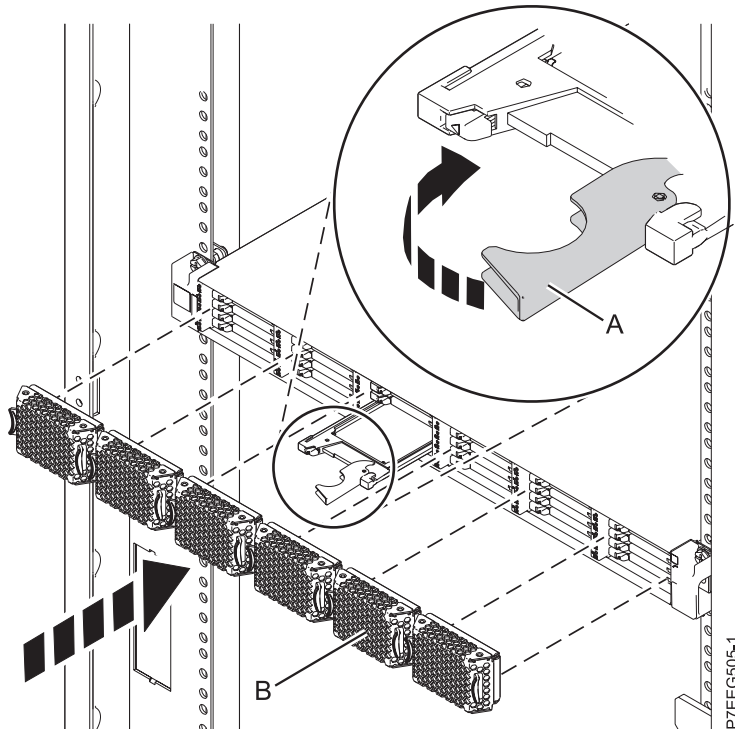

Figure 20. Remplacement d'une unité SSD dans le boîtier de stockage PCIe 58/88.
4. Lorsque le voyant d'identification de l'unité SSD reste fixe, faites glisser complètement l'unité SSD dans le boîtier de stockage PCIe 58/88 jusqu'à ce qu'il soit complètement encastré. Puis tournez la poignée (A) pour la mettre en position verrouillée. Pour plus d'informations, voir figure 20, à la page 38.
6. Installez le panneau (B).